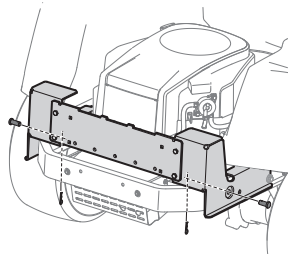

Figure 3
2. Fixez le support à l'appareil avec 2 axes de chape (711-0310) et 2 goupilles fendues (714-04023) du kit de quincaillerie (689-02200). Voir Figure 3.